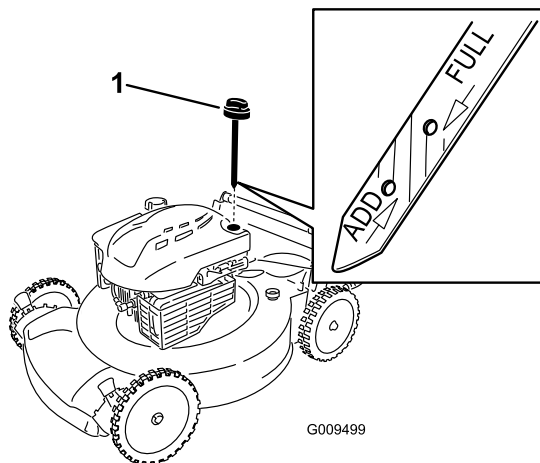

Figure 26
2. Retirez la jauge (Figure 26).
4. Versez de l'huile **lentement** dans le goulot de remplissage pour faire monter le niveau de liquide jusqu'au repère du **plein** (Full) sur la jauge (Figure 26). **Ne remplissez pas excessivement.** (Remplissage max. : 0,59 l (20 oz), type : huile détergente SAE 30 de classe de service API SF, SG, SH, SJ, SL ou supérieure.)